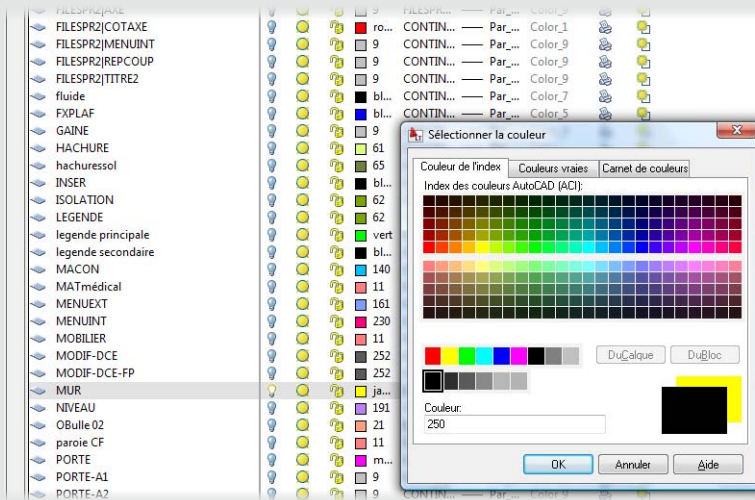

Figure 18
12. Les murs sont dessinés à l'origine en jaune. Nous aimerions leur attribuer une autre couleur, le noir, afin de les rendre plus visibles sur un fond blanc. Pour cela, retournons dans le gestionnaire des calques et changeons la couleur du calque (voir Figure 18).